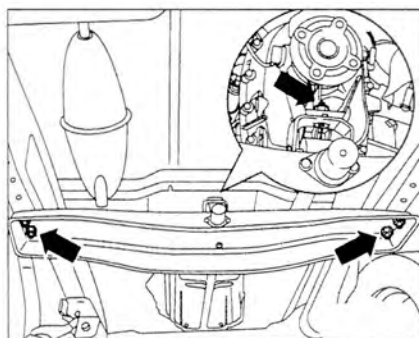

Рис. 5.19. Открутите болты (стрелки) крепления задней части двигателя и коробки передач.
- 9. Открутите болты (стрелки) крепления задней части двигателя и коробки передач (рис. 5.19).